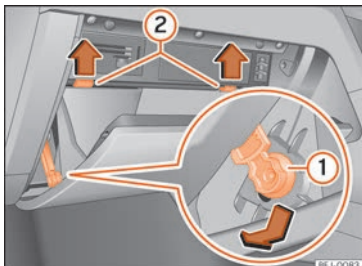

Abb. 50 Handschuhfach (Rechtslenker): Zugang zum Sicherungskasten.
- Halteelement »» **Abb. 50** ① in der Öffnung des Halters nach unten verschieben und zur Seite herausnehmen.
- Anschlagzapfen »» **Abb. 50** ② in Pfeilrichtung nach oben drücken und gleichzeitig das Handschuhfach weiter öffnen.
- Zum Einbauen, Handschuhfach in die geeignete Position bringen. Führen Sie das Halteelement in die Öffnung des Halters ein und verschieben Sie es nach oben bis es hörbar einrastet. Drücken Sie das Handschuhfach vorsichtig über den Widerstand der Anschlagzapfen »» **Abb. 50** ② hinweg nach vorn.